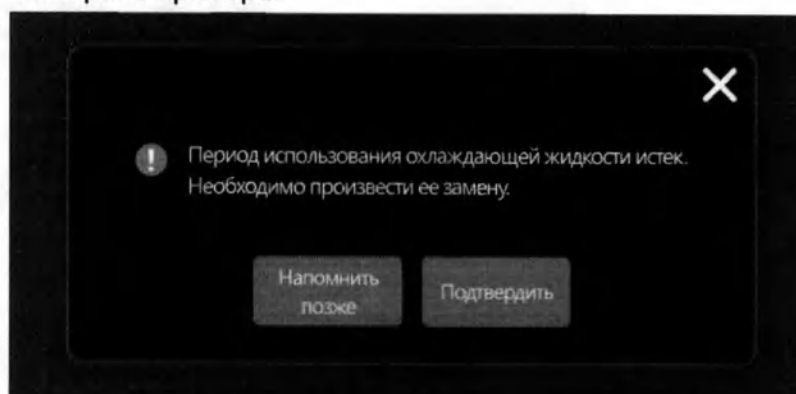

Рис.16.1 – Информационное окно
16.6. Для того чтобы заменить охлаждающую жидкость в Приборе, Вам необходимо убедиться в том, что подошел срок замены жидкости (вывод соответствующего предупреждения на экране, как показано на рис. 16.1). После этого нажмите кнопку «**ПОДТВЕРДИТЬ**» на экране прибора.